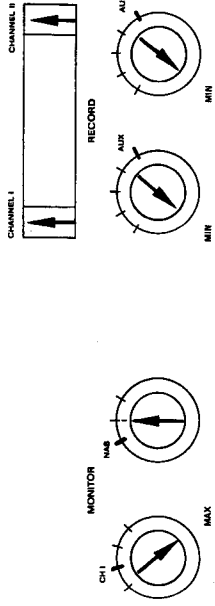

Bild 6.3.–53
- Bedienungselemente nach Bild 6.3.–53 einstellen.